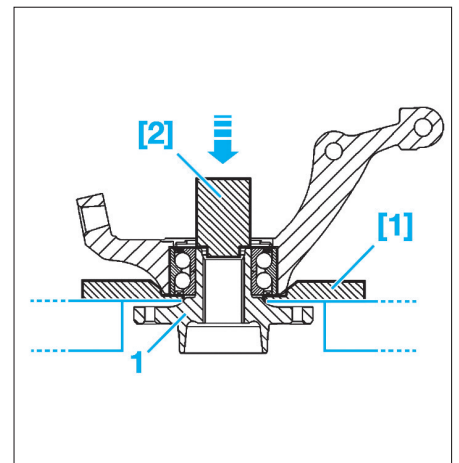
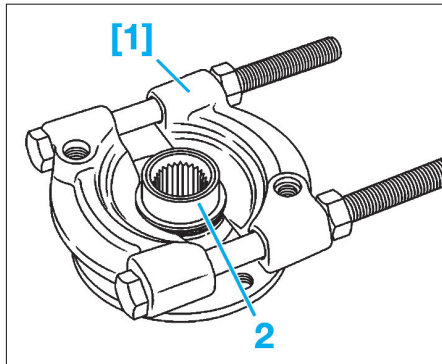

FIG. 13
FIG. 14
- [1]. Extracteur à mâchoires (Fig.13) et (Fig.14).
- [2]. Tube de 42 mm pour la dépose du moyeu (Fig.14).
- Placer le pivot sur un extracteur [1] à mâchoires (Fig.13).
- Prendre appui sur le moyeu (1) avec l'outil [2].
- Déposer le moyeu (1) à la presse.
• Extraire la bague intérieure (2) sur le moyeu à l'aide de l'outil [2] (Fig.14).